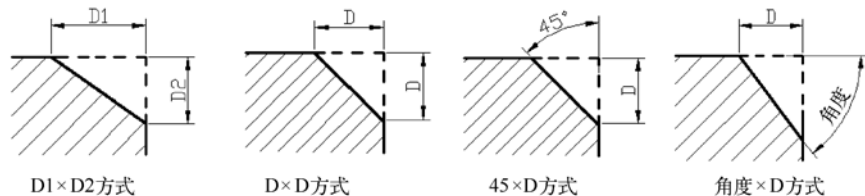

图 3-84 倒角的4种类型
倒角类型包括4种（如图3-84所示），分别如下。
- $45 \times D$ ：创建倒角与两个曲面都成 45° 角，且与各曲面上的边的距离为 D ，用户需要指定参照边和 D 值，如图3-84所示。